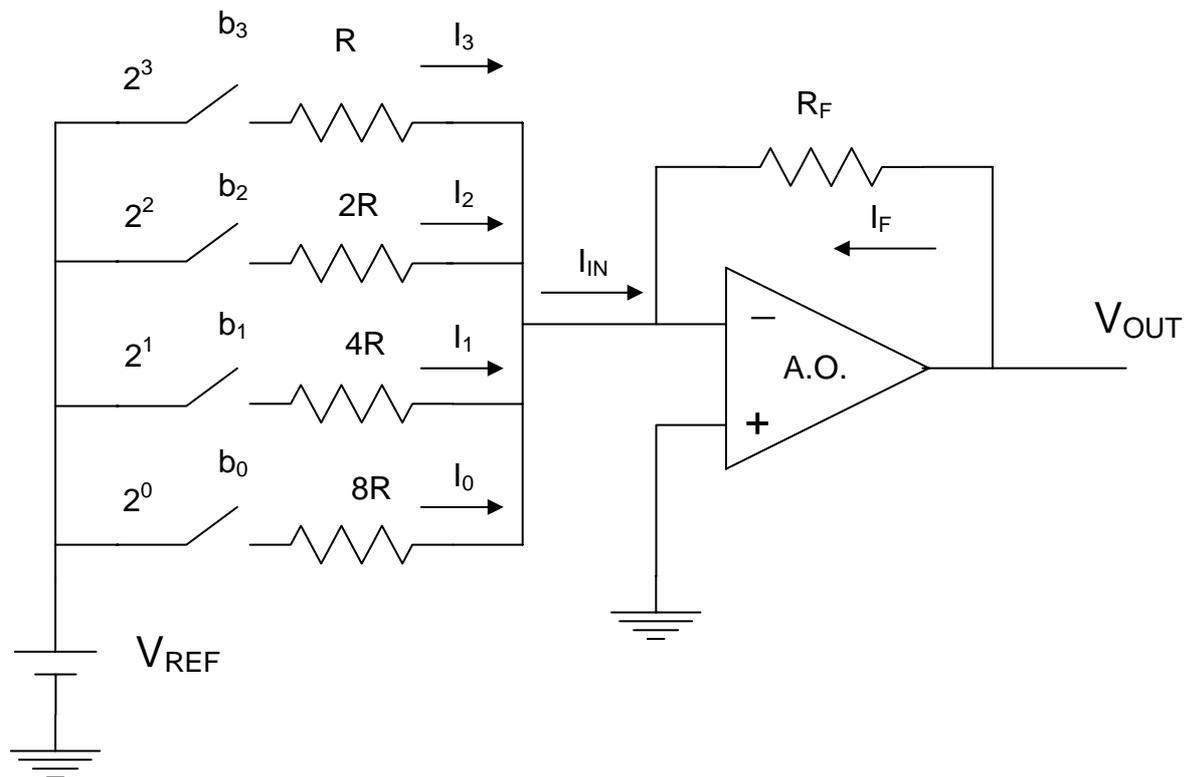

Figura 7.2.1. Convertidor con ponderación binaria.
- **Escala completa de salida (Full-Scale Output (FSO))**. Se define como el máximo valor analógico de salida posible, es decir, cuando se aplica a la entrada el máximo valor binario. Así, en el ejemplo de la figura 7.2.1., la FSO es 5 v. puesto que cuando se aplica el máximo valor binario de entrada $(b_3, b_2, b_1, b_0) = (1, 1, 1, 1)$ el valor de salida es 5 v.
- **Resolución (Resolution)**: Se define como la diferencia en voltios que se produce a la salida del convertidor para un cambio sucesivo de su valor binario. Así, en el ejemplo de la figura 7.2.1., la resolución es $1/3 \text{ v.} = 0,33 \text{ v.}$ También, es típico expresarlo como el recíproco del número de escalones discretos de la salida (expresado en porcentaje). Para un DAC el número total de escalones discretos es $2^n - 1$, donde n es el número de bits. Así, para un DAC de 8 bits, la resolución es: